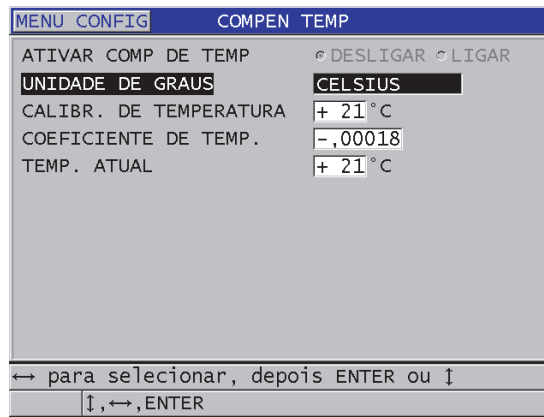

Figura 10-18 Tela TEMP COMP
3. Na tela **COMPEN TEMP** (veja Figura 10-18 na página 174):